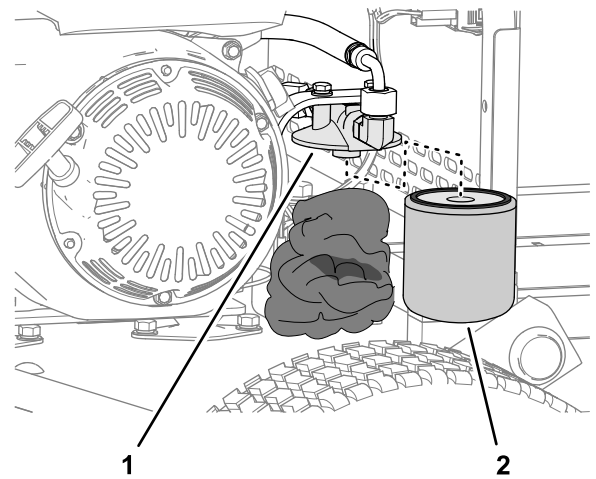

図 37
2. 油圧フィルタの下にウェスを詰める 図 37。
3. 注意深く油圧フィルタを外す 図 37。
5. 新しい油圧フィルタをフィルタヘッドに取り付ける 図 37 ガスケットがフィルタヘッドに当たるまで手で回し、そこからさらに 3/4 回転締め付ける。